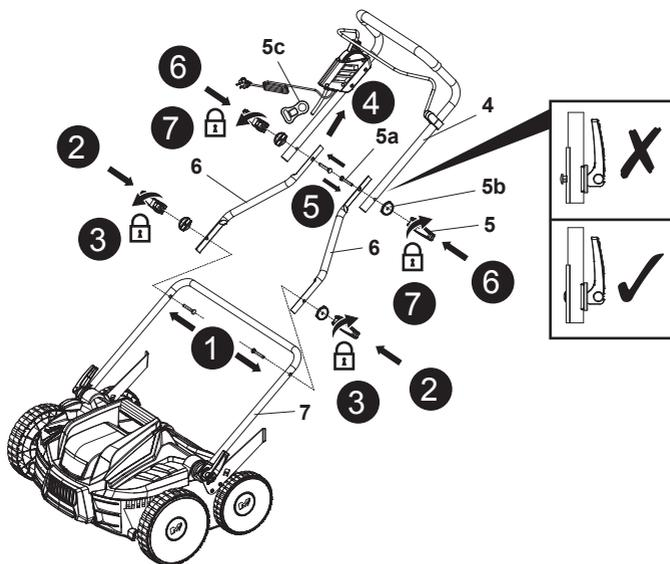

Fig. 2
5. Aliniază găurile de montare ale barei mediane a mânerului (6) cu bara inferioară a mânerului (7) și ține-l în poziție, apoi introdu șurubul de montare (5a) în găurile de montare (Fig. 2, pasul 1).
6. Verifică orientarea flanșelor (5b) și aliniază-le mai întâi fantele pe bara mediană a mânerului (6), apoi aplică levierul de prindere (5) pe șurubul de montare (5a) (Fig. 2, pasul 2).
7. Fixează ansamblul mânerului pliiind levierul de prindere (5) către barele mediane ale mânerului (6). Dacă levierul de prindere (5) nu poate fi pliat, slăbește-l și strânge-l din nou. Dacă levierul de prindere (5) este prea slăbit, strânge-l rotindu-l în sens orar (Fig. 2, pasul 3).
8. Repetă acești pași (5-7) pentru a fixa cealaltă bară mediană a mânerului (6).
9. Glisează suportul de cablu (5c) pe bara mânerului superior (4), pe partea cu comutatorul (Fig. 2, pasul 4) și ține-l în poziție, apoi aliniază găurile de montare de pe bara mânerului superior (4) cu cele două bare ale mânerului median (6) și ține totul în poziție, după care introdu șurubul de montare (5a) în găurile de montare (Fig. 2, pasul 5).
10. Ai grijă să treci cablul de interconectare (18) pe partea de deasupra a barelor mânerului (4, 6, 7).
11. Verifică orientarea flanșelor (5b) și aliniază-le mai întâi fantele pe bara superioară a mânerului (4), apoi aplică levierul de prindere (5) pe șurubul de montare (5a) (Fig. 2, pasul 6).
12. Fixează ansamblul mânerului pliiind în sus levierul de prindere (5) către bara superioară a mânerului (4). Dacă levierul de prindere (5) nu poate fi pliat, slăbește-l și strânge-l din nou. Dacă levierul de prindere (5) este prea slăbit, strânge-l rotindu-l în sens orar (Fig. 2, pasul 7).